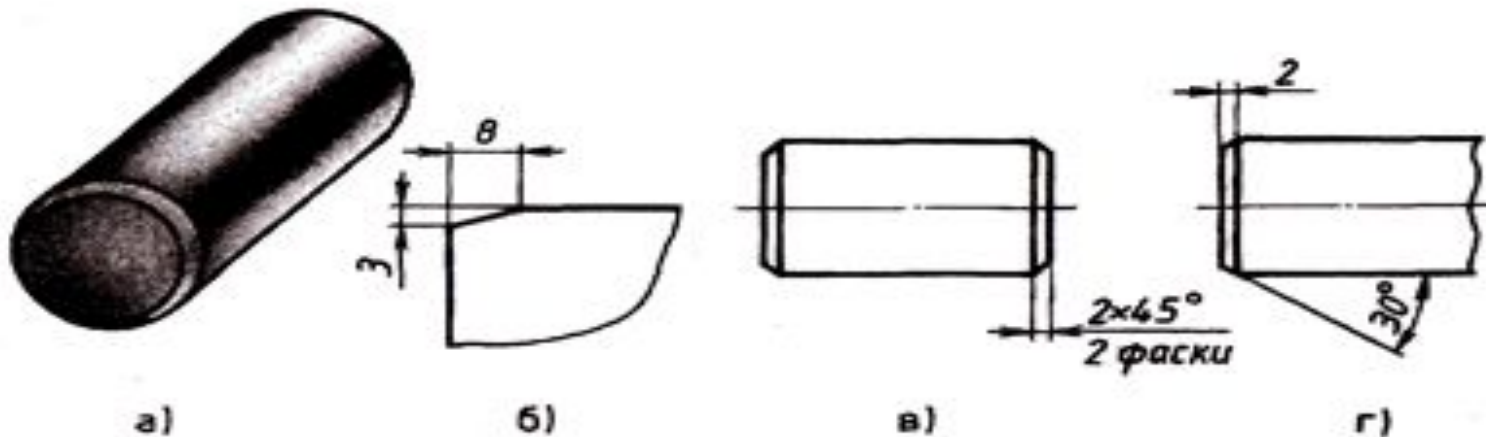

Рис. 52. Нанесение размеров фасок на чертеже
- Если на чертеже встречается несколько одинаковых фасок, то размер наносят один раз так, как показано на рис. 52, в. Эта надпись означает, что снято две фаски размером 2 мм под углом 45° .